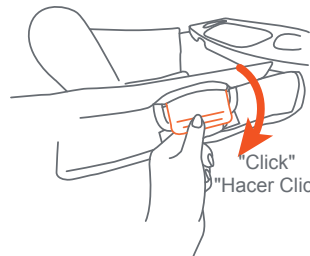

Fig. 7i
• Push the plastic tabs on the child seat so they attach to the rails firmly (Fig. 7i).
- Empuje las pestañas de plástico del asiento para niños para que se fijen firmemente a los rieles (Fig. 7i).